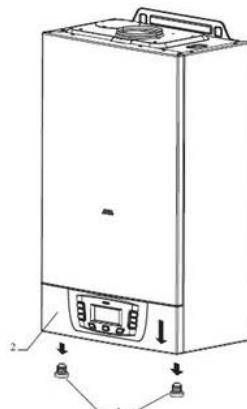

рис.17
- > отвинтить 2 болта в нижней части панели управления (поз. 1 рис. 17);
- > потянуть панель управления вниз, чтобы обнажить зажимные винты фиксации поверхности оболочки (2 на рис.17);